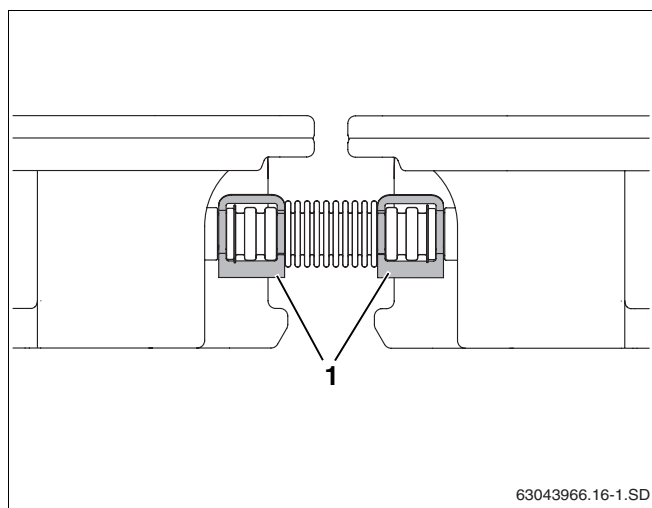

Fig. 47 Ligação de tubo ondulado fixada com grampos
- ▶ Fixe cada tampa de fecho com um grampo e cada ligação de tubo ondulado com dois grampos (fig. 47, **item 1**).